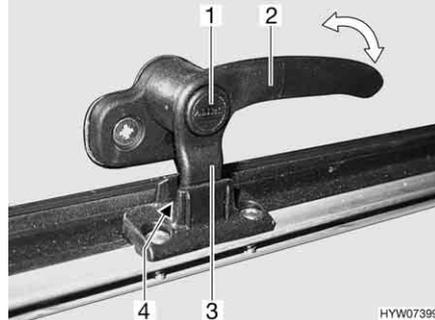
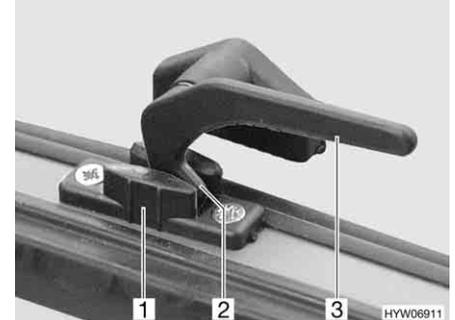

Fig. 83 Palanca de bloqueo con botón de seguridad en la posición de "ventilación continua"
Fig. 84 Palanca de bloqueo en la posición de "ventilación continua"
- En la posición "ventilación continua" (Fig. 83 y Fig. 84)
- Si existe, pulsar el botón de seguridad (Fig. 83,1) y mantenerlo pulsado.
- Girar la palanca de bloqueo (Fig. 83,2 ó Fig. 84,3) un cuarto de vuelta hacia la mitad de la ventana.
- Girar de nuevo hacia atrás la palanca de bloqueo. El saliente de bloqueo (Fig. 83,3 ó Fig. 84,2) de la palanca de bloqueo se ha de introducir para ello en el rebaje del bloqueo de la ventana (Fig. 83,4 ó Fig. 84,1).
- Si existe, soltar el botón de seguridad (Fig. 83,1).